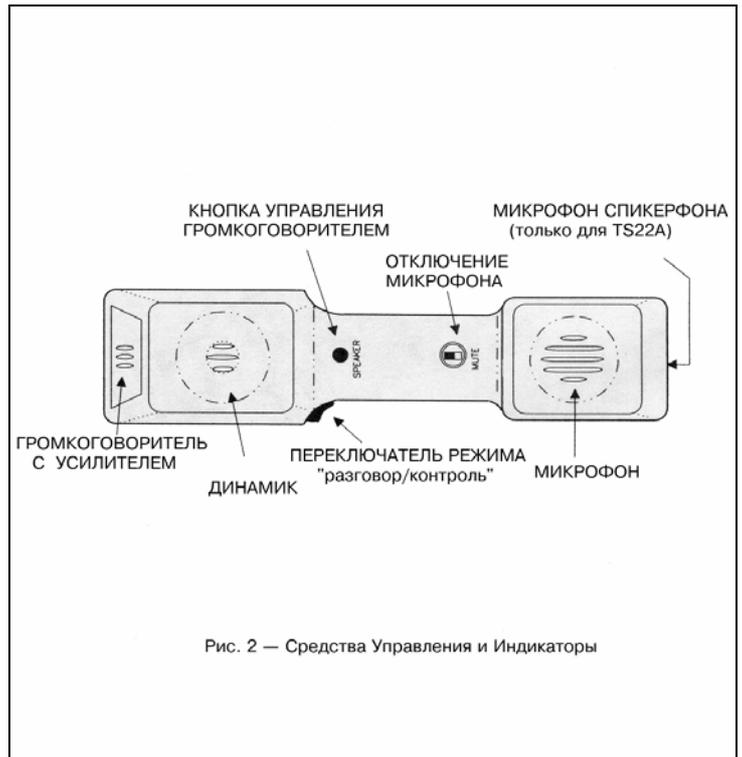

Рис. 2 — Средства Управления и Индикаторы
2.01 Средства управления речевыми сигналами (рис. 2)